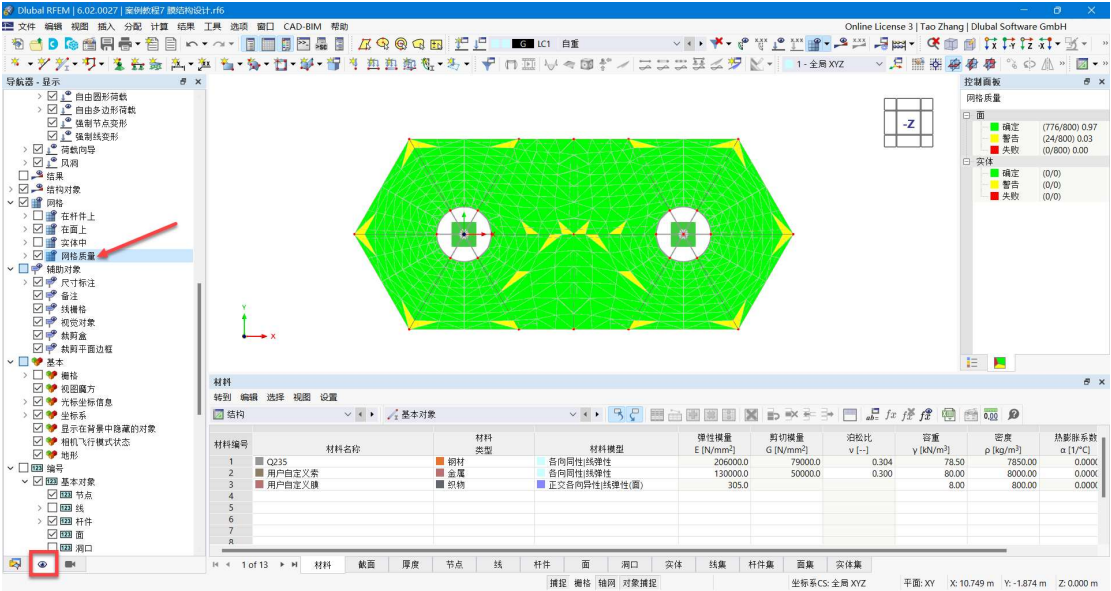

图 7-2 评估网格质量
3. 根据图 7-2 可知，膜下部角点附近网格形状较尖锐。选中模型中膜的下部角点节点，右键单击，选择“编辑节点”，打开[编辑节点]对话框。